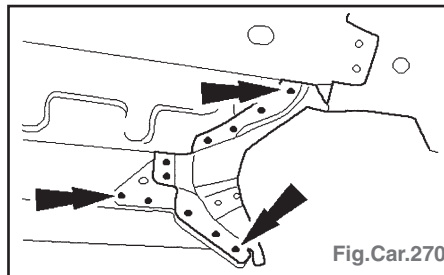

Fig.Car.270
- Traverse : fraiser les points de soudure (Fig.Car.270).